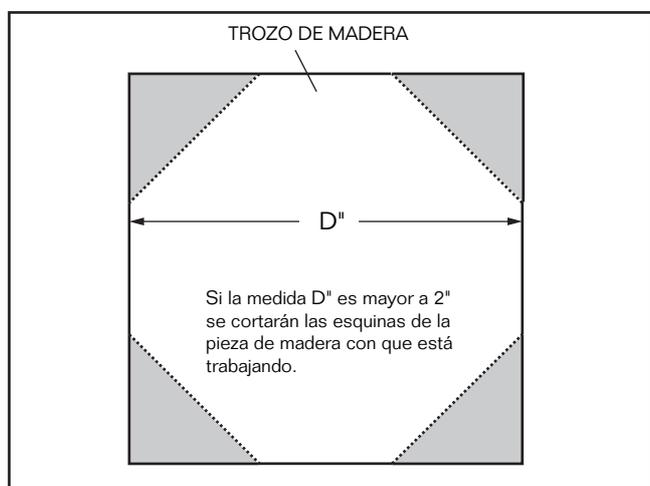

Figura 17. Punto de intersección del diámetro
2. Cuando se va a torneear una pieza de madera mayor a 2", deberá cortar las esquinas de la pieza tal y como se muestra en la **Figura 17**.